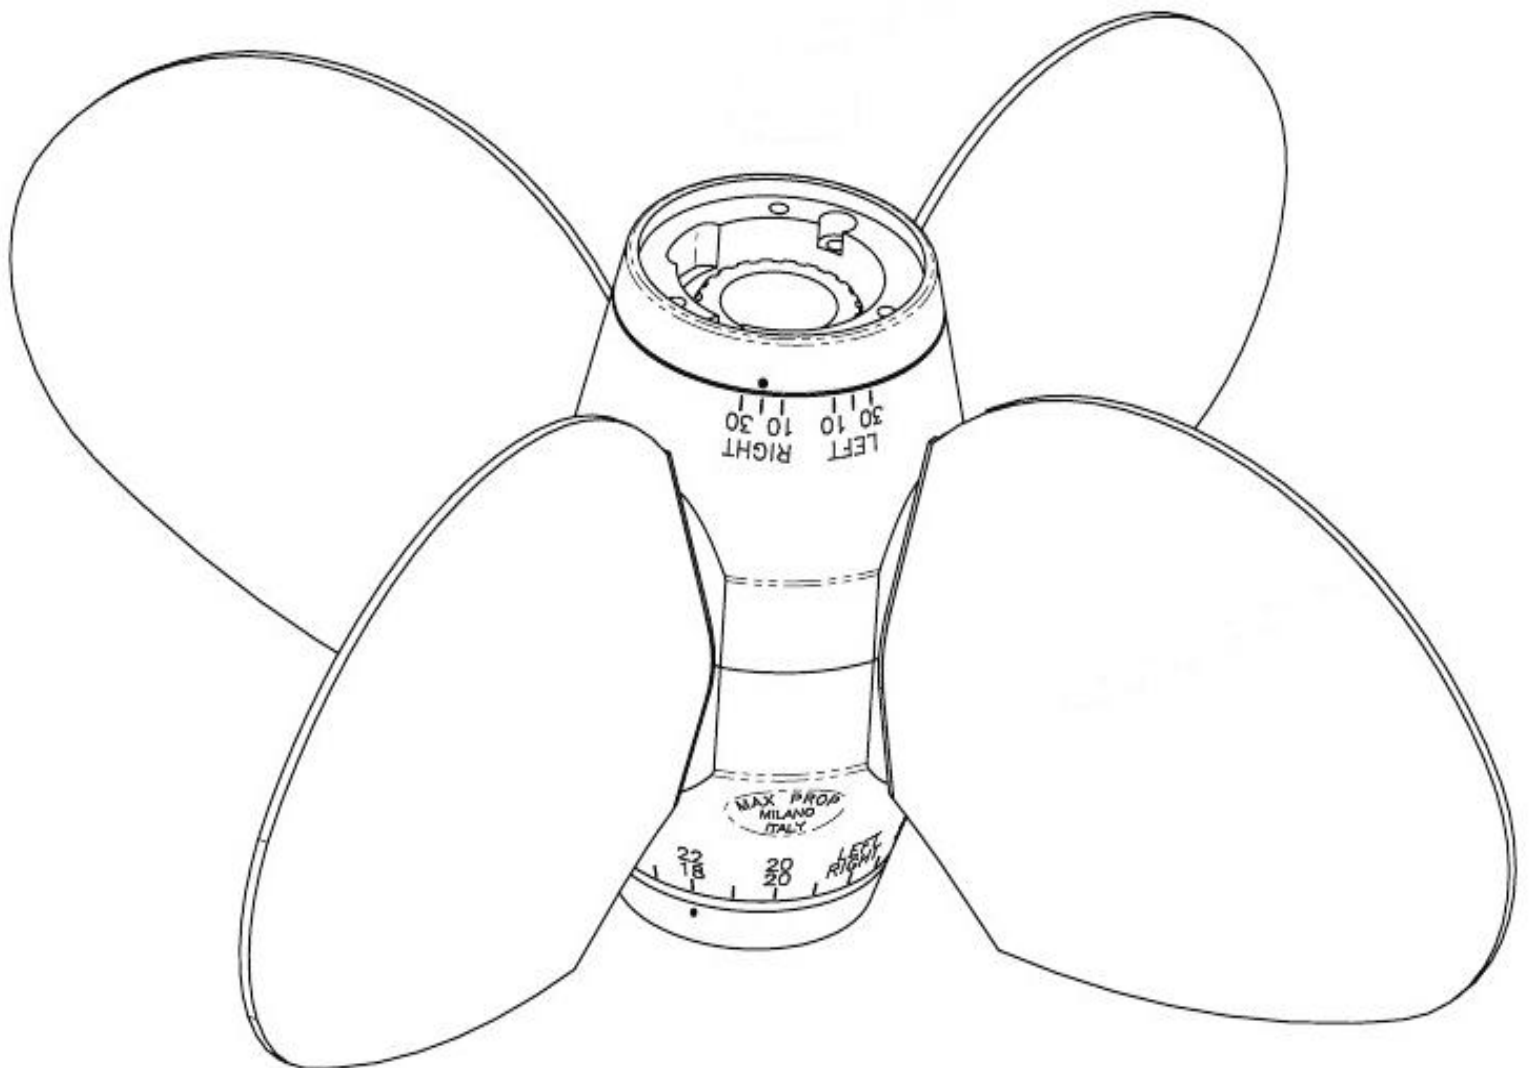

Fig. 2
El paso y el sentido de rotación de la hélice MAX PROP® CLASSIC GENERAZIONE 2 se pueden cambiar procediendo de la siguiente manera (ver fig.2) :
- Una vez desmontado el anillo porta zinc tirar de él hacia popa de manera que salga dos o tres centímetros todo el cuerpo de la hélice haciéndolo deslizarse sobre el núcleo. Fíjese que sobre el cuerpo de la hélice más a proa hay estampados dos filas de números. Una fila corresponde al sentido de rotación levógiro (LEFT) y la otra al sentido Dextrógiro (RIGHT). (ver fig. 2 donde el ángulo seccionado es de 18° para una rotación dextrógira y de 22° para una rotación levógira)
*Pitch and rotation of the MAX PROP CLASSIC GENERATION 2 can be changed as follows, referring to fig.2:*
- *Once taken the zinc-bearing ring off, pull 2-3 cm. aft the whole propeller body making it slip off the hub. You will see that on the propeller body, bow side, there are two lines of numbers: one line corresponding to left rotation (LEFT), the other line to right rotation (RIGHT). See fig.2 where the selected angle is 18° R rotation, and 22° L rotation.*